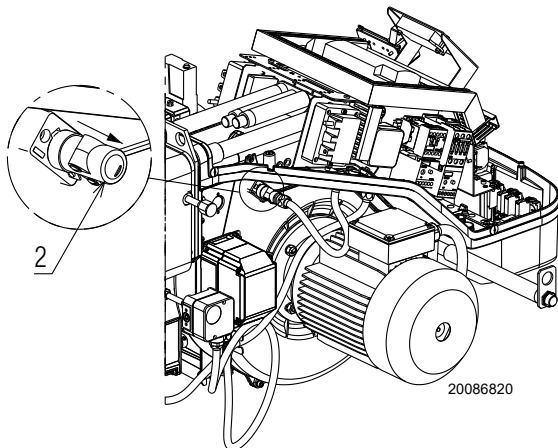

Fig. 57
- extract the sensor 2)(Fig. 57);